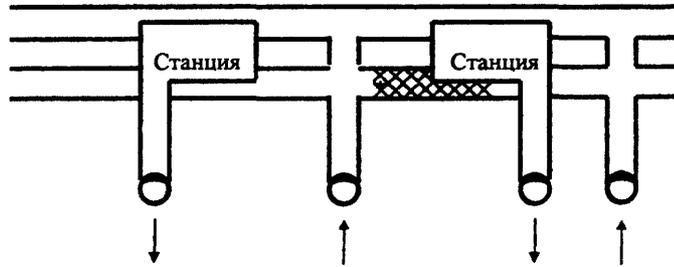

Рис. 2
- в случае невозможности вывода пассажиров и составов из опасной зоны на перегоне вентиляционная шахта включается на приток; вентиляционная шахта ближайшей станции включается на вытяжку. При этом станция закрывается на вход, а находящиеся на ней пассажиры эвакуируются (рис.2). Для обеспечения эффективного дымоудаления следующая за станцией перегонная шахта при отсутствии людей на пути движения дыма включается на вытяжку (рис.2а);
Рис. 2а